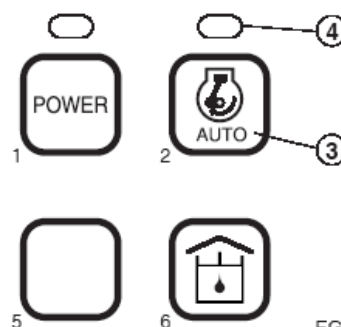

Рис. 43
2. При включении стартера (ON) режим работы автоматически переключается в автоматический режим холостого хода (AUTO IDLE).
3. На активацию этой функции указывает горящий светодиод (4, рис. 43). Отключение этой функции осуществляется повторным нажатием кнопки выбора режима холостого хода (3, рис. 43). При этом светодиодный индикатор гаснет.